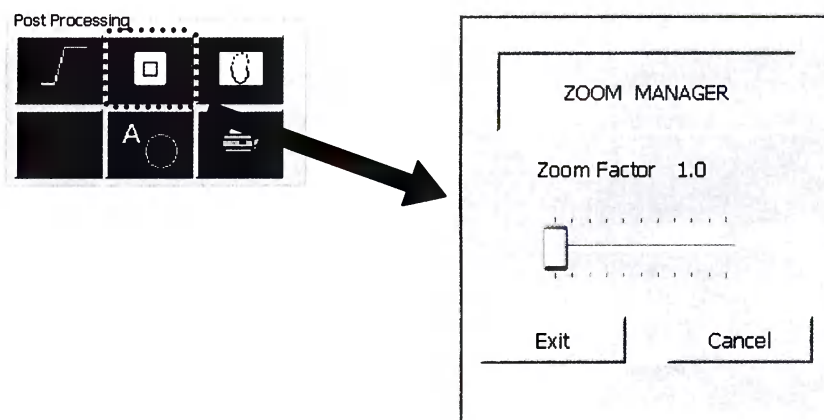

Рисунок 109
9.5.13.3.1 Для масштабирования конкретной области изображения используется опция **Цифровой масштаб** (см. рисунок 109).